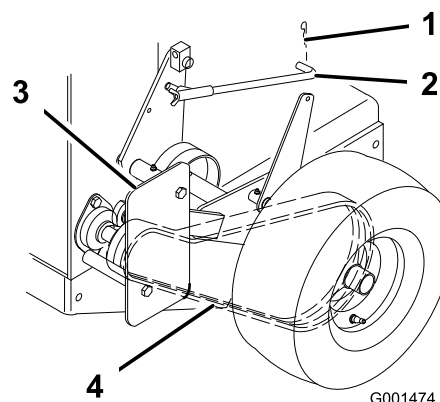

Figure 39
1. Enlevez la goupille fendue qui fixe la tige de frein au bras de frein pour détendre la poulie de tension de la courroie (Figure 39).
2. Enlevez les boulons inférieurs et desserrez les boulons supérieurs du déflecteur pour le faire pivoter et accéder à la courroie (Figure 39).
3. Soulevez la courroie et faites-la passer au-delà de la poulie de tension pour l'enlever de la poulie de d'entraînement (Figure 39).
6. Fixez le déflecteur avec les boulons retirés précédemment, serrés au couple correct (Figure 39).
7. Fixez la tige de frein au bras de frein avec la goupille fendue (Figure 39).